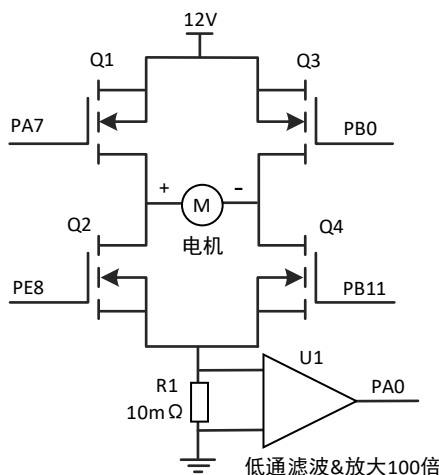

图8 电机控制H桥和电流采集电路
图8为某系统中的电机控制电路，主要包含四个MOS管构成的H桥电机驱动电路、电流采样电阻R1和低通滤波&放大电路等。其中R1电阻的阻值为10毫欧姆，U1为低通滤波和放大电路，放大倍数为100倍，放大后的信号连接到STM32F407的PA0引脚作为AD采样的输入，并且在电路设计时，选择ADC的参考电压Vref为3V。STM32F407的引脚PA7、PE8、PB0和PB11分别接到MOS管Q1、Q2、Q3和Q4栅极。
(2) (4分) 图8中假设电机“+”极通以正电压，电机实现正转，电机的平均电压可以实现0V-12V的调节，对应的油门范围为0%-100%，采用全桥驱动。那么，如果要想实现电机正转，当油门为50%时，PA7、PE8、PB0和PB11引脚分别输出波形是什么？